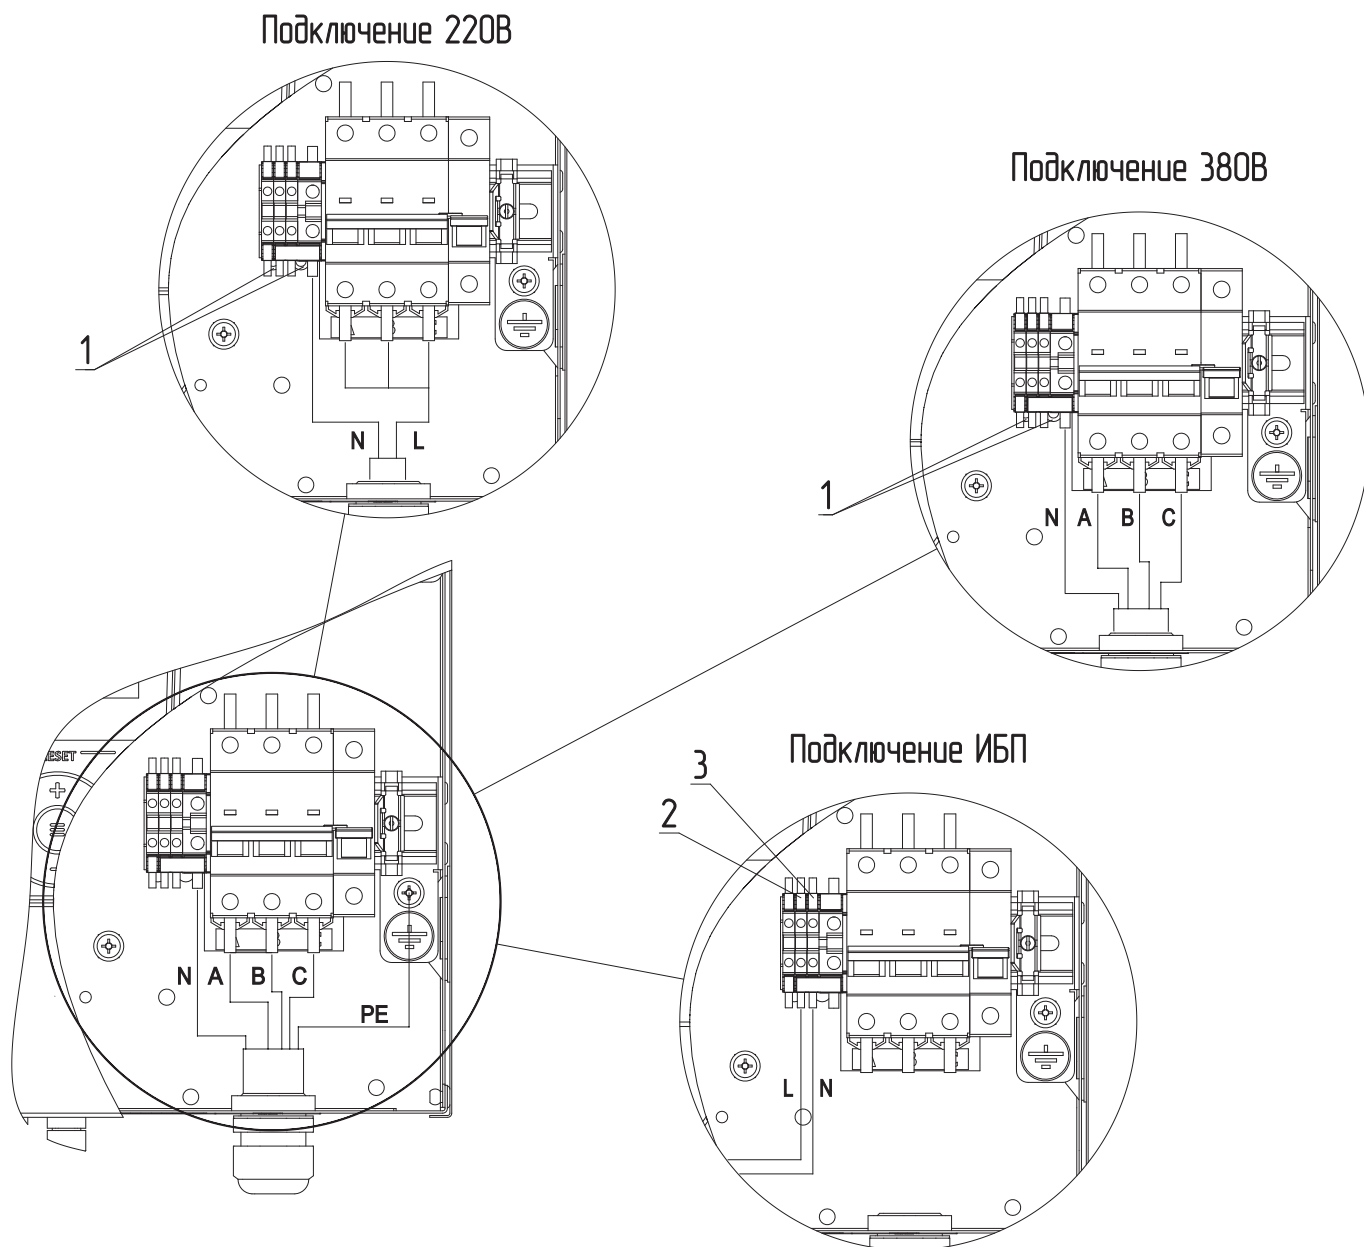

Рис.4 Схема подключения электрического котла ZOTA LUX-X 4,5-48 кВт
- извлечь перемычки (**Рис.4, 5, поз.1**);
- подключить провода фазы «L» к колодке (**Рис.4, 5 поз.2**);
- подключить провода нейтрали «N» к колодке (**Рис.4, 5 поз.3**).